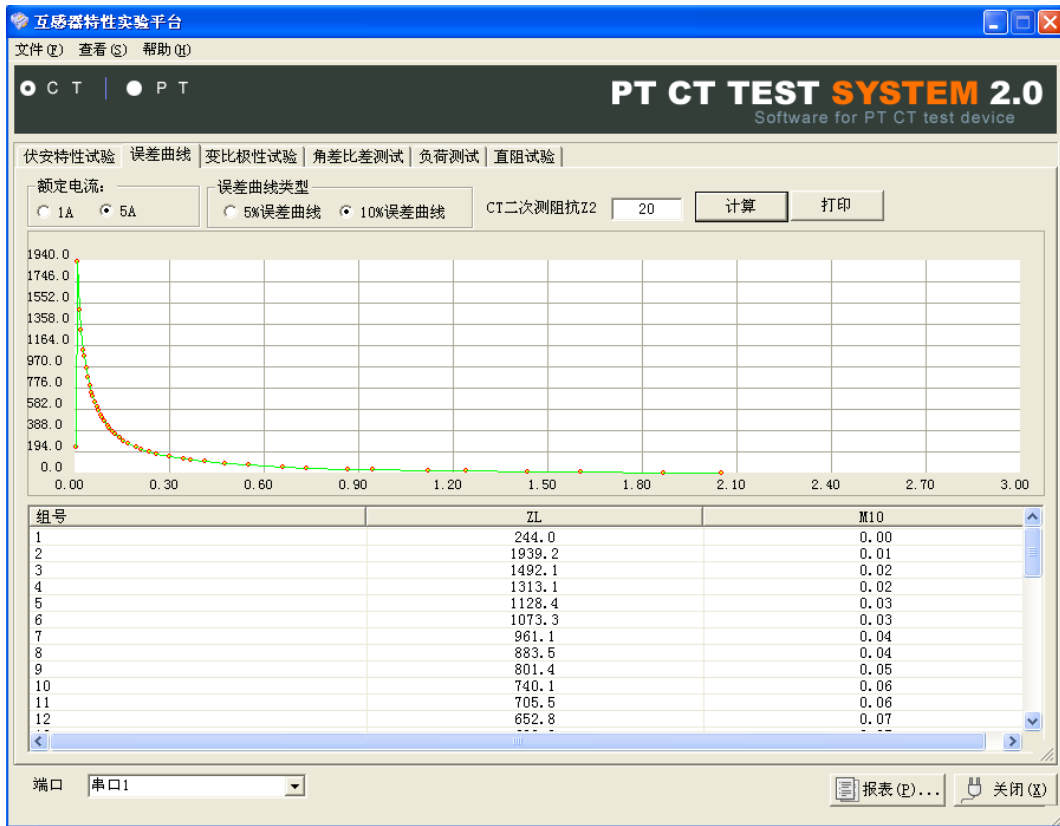
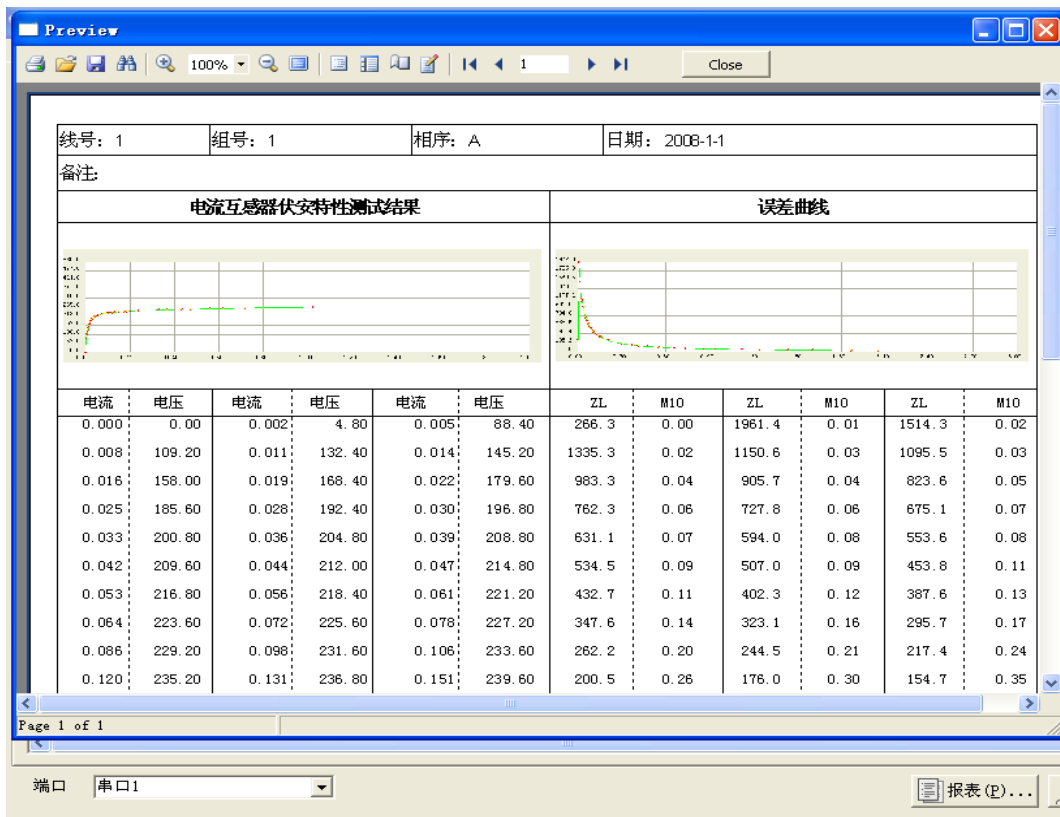

图 26
图 27
- 8.6、查看误差曲线, 选择“误差曲线”, 进入菜单后, 根据 CT 参数选择额定电流, 误差曲线类型和二次阻抗。如图 26 为误差曲线和数据。点击打印即可将伏安特性和误差曲线一同打印, 如图 27。